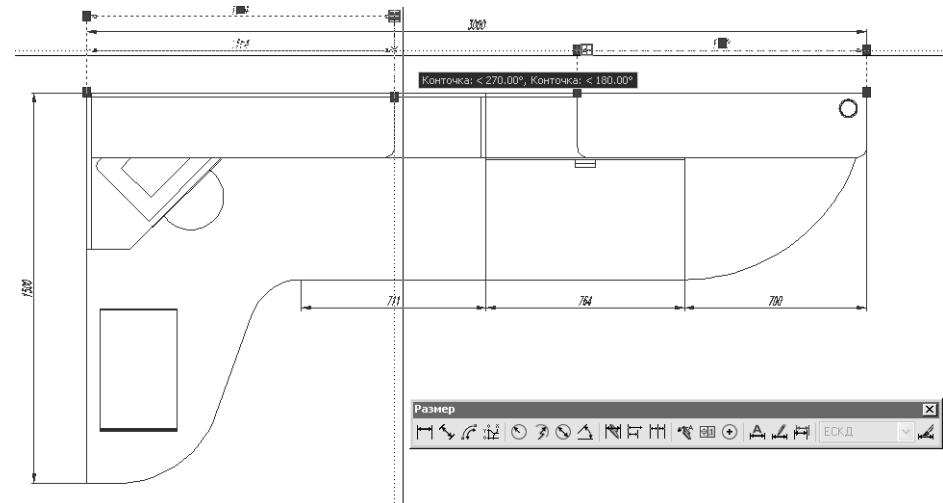

Рис. 11.18 ▼ Перемещение размера вниз с помощью маркеров выделения и отслеживания объектной привязки
- Щелкните на любом расположенным возле стрелки маркере выделения одного из двух выделенных размеров. AutoCAD переключится в режим редактирования объекта с помощью маркера. Перетащите размер вниз с помощью выделенного маркера. Затем щелкните на аналогичном маркере второго размера и также перетащите его вниз, используя режим отслеживания объектной привязки для выравнивания высоты расположения второго размера по первому размеру (рис. 11.18). Нажмите Esc для выхода отмены выделения.